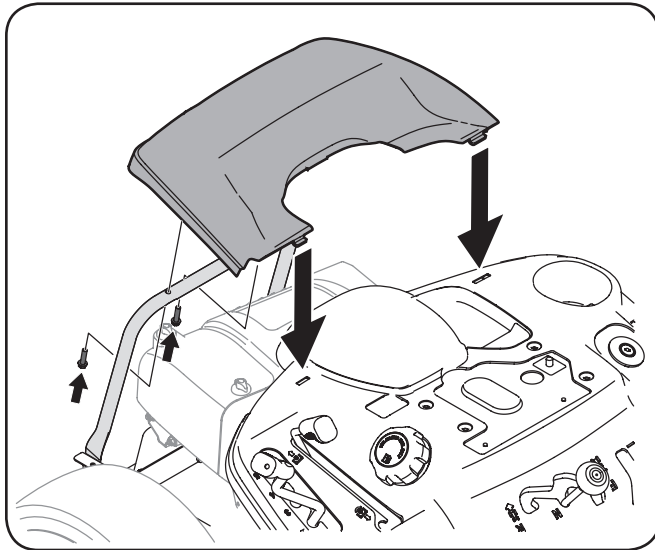

Figure 3-10
1. Retirez les boulons installés sur le couvercle du moteur arrière. Gardez-les pour utilisation ultérieure. Voir Figure 3-10.
2. Installez le couvercle du moteur arrière comme indiqué dans la Figure 3-10. Inclinez le couvercle vers l'avant pour le placer dans les encoches, puis basculez-le vers l'arrière afin qu'il s'aligne sur les trous de montage.